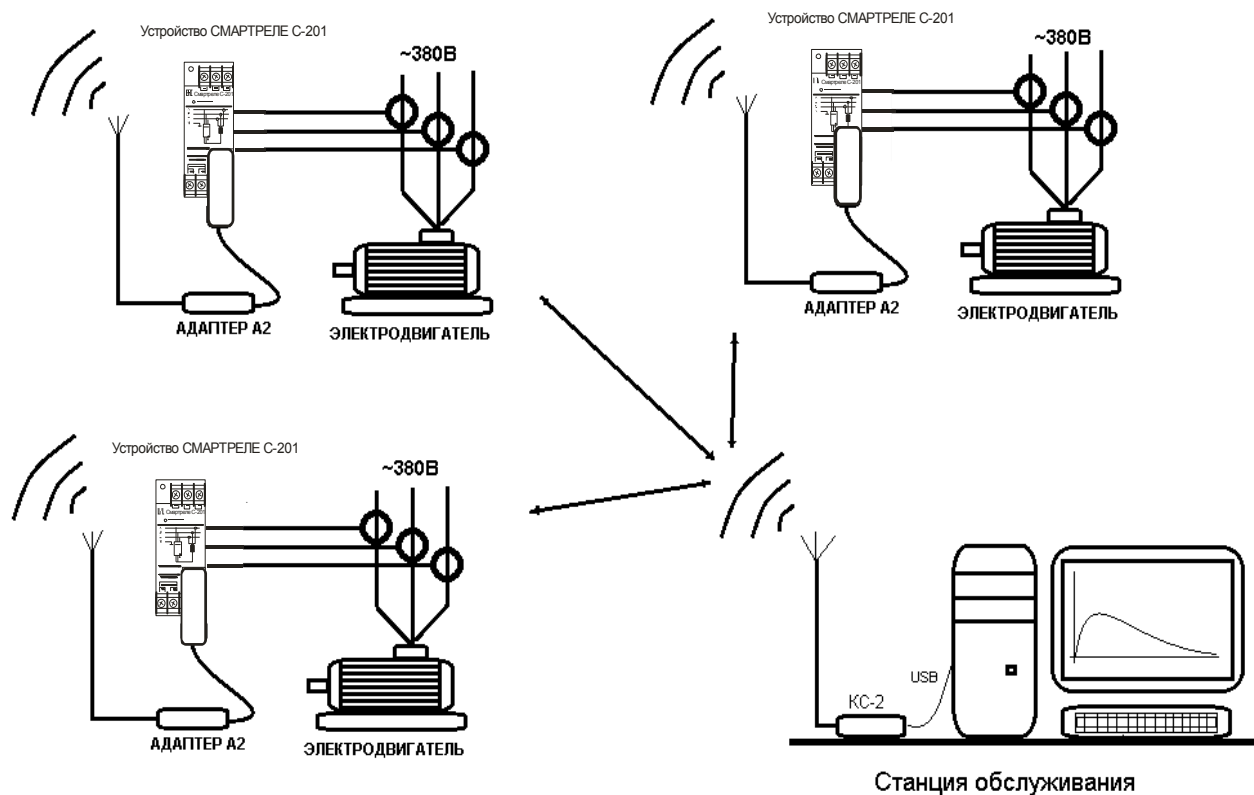

Рисунок 8 – схема организации связи в сети беспроводного доступа
4.7 Соединение устройства с ПК может быть выполнено посредством аппаратных средств беспроводной сети (рис.8).